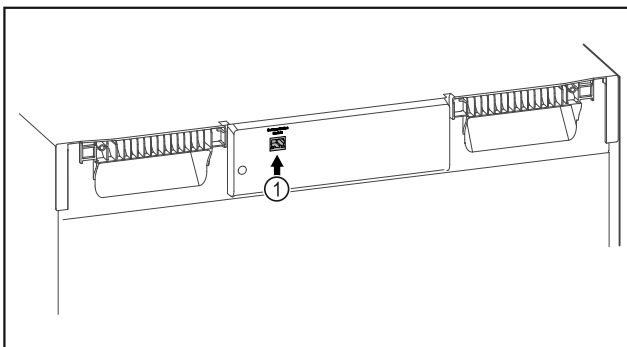

Fig. 112
- Το SmartModule Fig. 112 (1) χρησιμοποιείται.